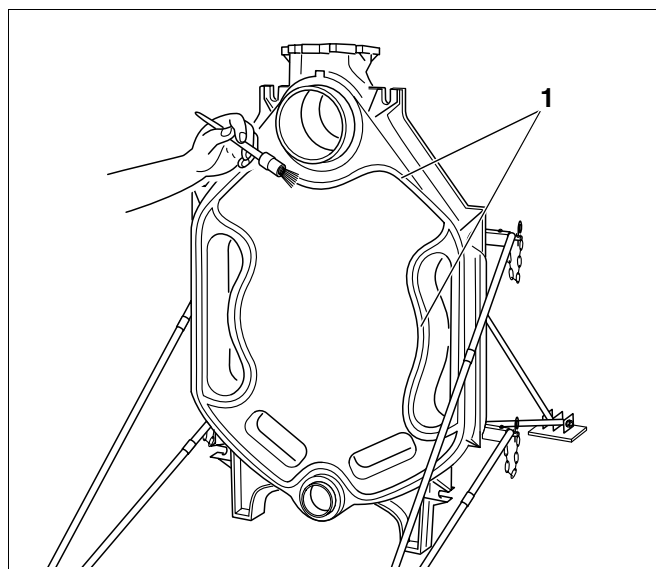

Fig. 15 Påstrykning af klæbemiddel på tætningssporene
Tætningssporene (fig. 15, **pos. 1**) skal være rene og tørre ved iklæbning af tætningssnoren (KM-snor).